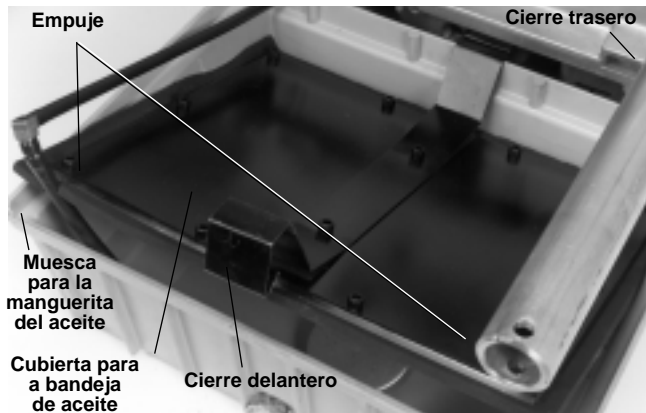

Figura 5B – Cubierta de la bandeja de aceite No. 1460
4. Coloque la cubierta del depósito de aceite y ponga la manguerita en la posición que se muestra en la Figura 5B.